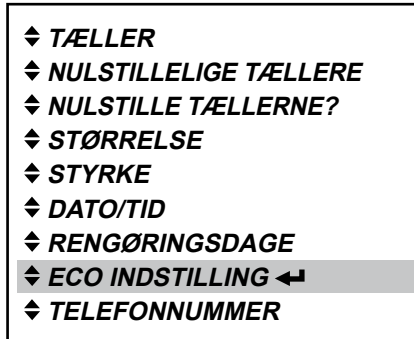

Fig. 39
- Tryk på enter-knappen ◀ for at gå ind i «ECO INDSTILLING» menu (fig. 39).